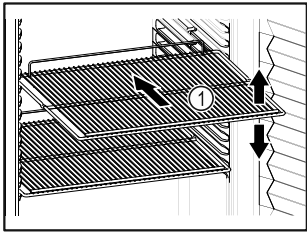

Fig. 50 例图
- ❑ 如果储物区 Fig. 50 (1) 可移动，则根据高度调整储物区。